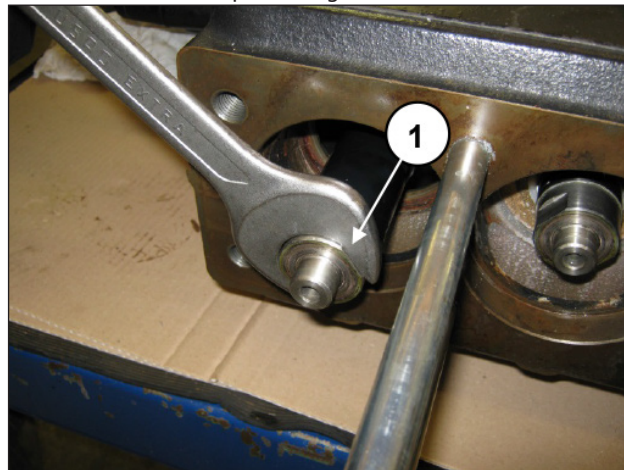

Fig. 124
Depois de ter desmontado o cabeçote, libere os espaçadores, conforme indicado na pos. ①, Fig. 124.